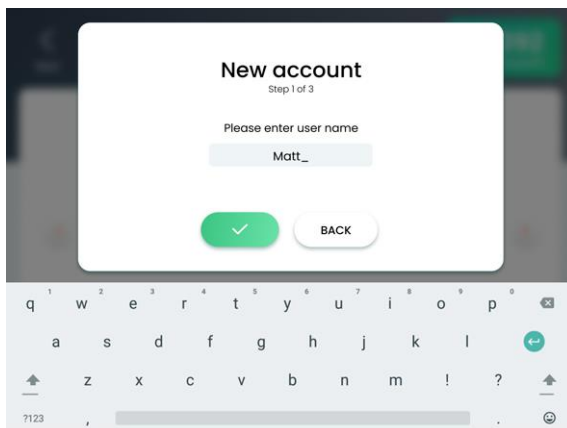

Figure 6-3. Clavier virtuel dans l'écran New Account (Nouveau compte) (étape 1 sur 3)
3. Sélectionnez la case **Name** (Nom) ; le clavier virtuel apparaît, comme illustré à la Figure 6-3.